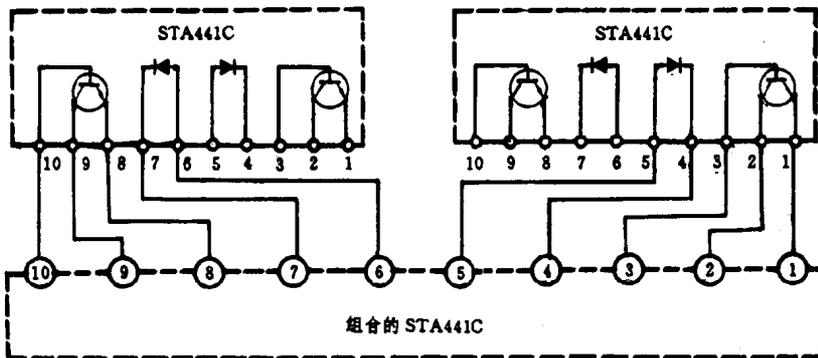

图 1-3
例如有两片彩色电视机场输出集成电路 STA441C 损坏，一片是内部⑧~⑨脚短路，另一片是内部①~②脚短路。应急修理时，可以将这两片 STA441C 组合起来使用，如图 1-3 所示，效果极佳。先将两片 STA441C 已损坏部分的脚剪去，焊在电路上，再设法加装散热器即可。